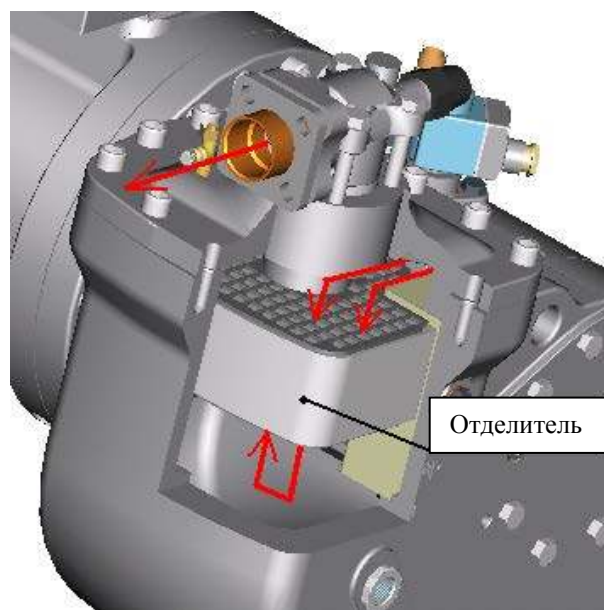

Рисунок 2-В: процесс отделения смеси масла и хладагента через сепаратор ‘Отделитель’ в компрессорах серии 134-S и 134-XS;
- фактическая фильтрация нагнетаемого газа “Отделитель” (часть (7) на рисунках 2-А; вариации в направлении и скорости сжатой масляно-газовой смеси).
- На Рис. 2-Б показаны два сечения разных компрессора и процесс разделения через маслоотделитель. Различные установки сепаратора масла также показаны: боковые для серии 134-XS и фронтальной для серии 134-S.